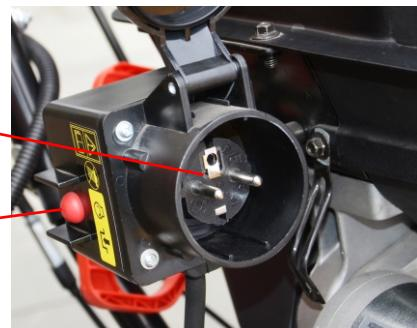

Рис. 26
1. Подключите удлинитель от розетки 220 В к разъему 220В машины (рис. 26, поз. 1);
2. Нажмите на кнопку стартера и удерживайте пока двигатель не запуститься, но не более 5 секунд (рис. 26, поз. 2).